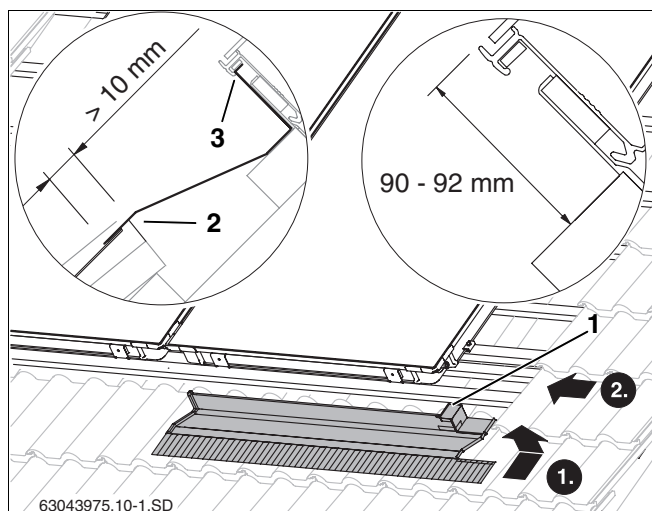
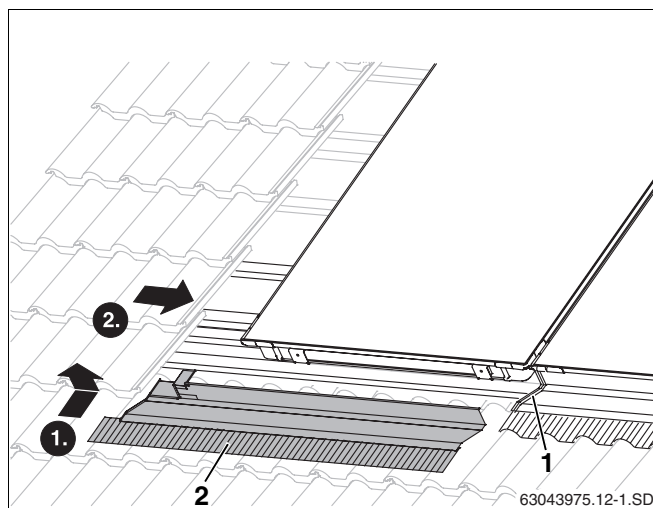

Fig. 44 Lamiera di copertura inferiore destra
Fig. 47 Montaggio della lamiera di copertura inferiore sinistra
- Inserire il bordo superiore della lamiera di copertura destra nell'impugnatura del collettore (fig. 44, **pos. 3**).
- Spingere la lamiera di copertura verso il collettore in maniera tale che anche il bordo corto destro (fig. 44, **pos. 1**) faccia presa nell'impugnatura del collettore.
La lamiera di copertura deve poggiare sul coppo per almeno 10 mm (fig. 44, **pos. 2**).
- Disporre la lamiera di copertura sinistra (fig. 47, **pos. 2**) sulla precedente e montarla come quella destra (fig. 44).
Rimuovere il foglio di protezione dall'adesivo delle lamiera di copertura (fig. 47, **pos. 1**) solo dopo aver avvitato tutte le lamiera.